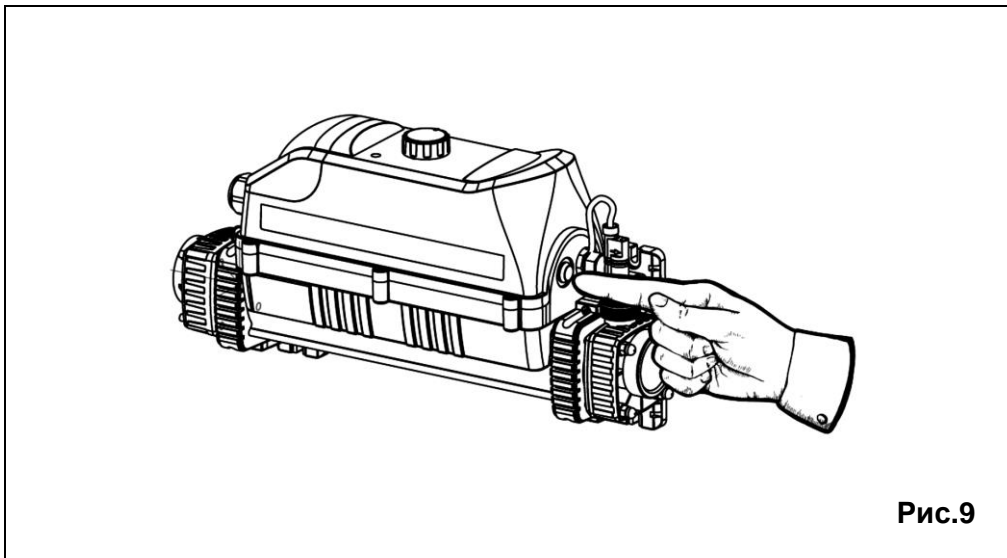

Рис.9
**ПРИМЕЧАНИЕ:** *Контур безопасности оснащён ИСПЫТАТЕЛЬНОЙ КНОПКОЙ, которую необходимо проверить после завершения установки нагревателя, чтобы убедиться, что он работает правильно. При нажатии УЗО должно немедленно отключиться и отключить питание устройства (см. Рис. 9).*